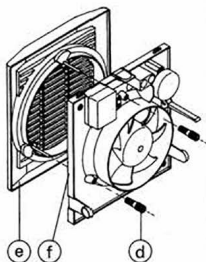

fig. 13
- Fig. 13.- Sur la face interne de la grille extérieure (e), tirer vers soi et enlever les plots en caoutchouc (g), montés sur les vis (h).